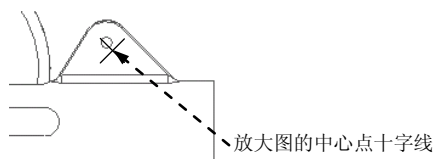

图 10.4.32 放大图的中心点
Step2. 在系统  **在一视图中选取要查看细节的中心点。** 的提示下，在图 10.4.32 所示的圆的边线上选择一点（在主视图的非边线的地方选择的点，系统不认可），此时在拾取的点附近出现一个十字线。